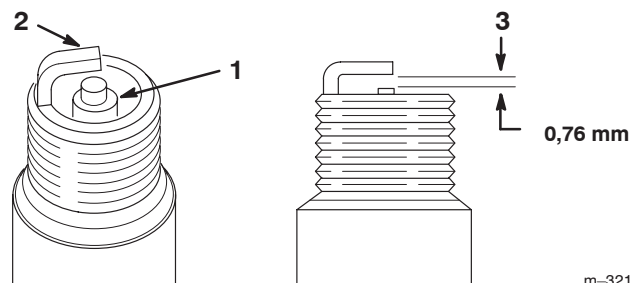

Figure 55
- Inspectez le centre des bougies (Fig. 55).
- Contrôlez l'écartement entre les électrodes centrale et latérale (Fig. 55) et pliez l'électrode latérale si l'écartement est incorrect.